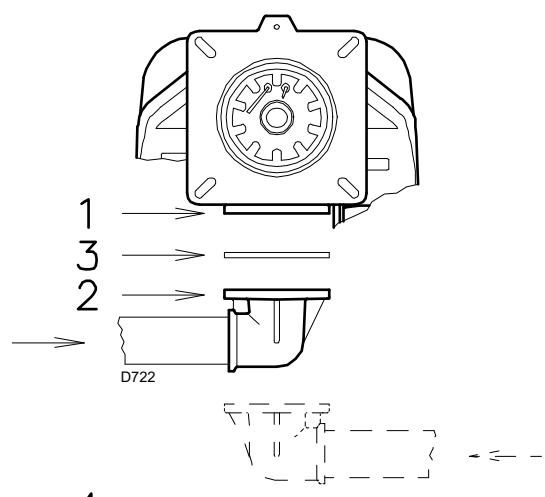

图 18
- ▶ 燃气阀组可从燃烧器的左边或右边进行安装, 视具体情况, 以方便安装为宜, 见图 18。
- ▶ 燃气阀组必须用燃烧器随附的法兰 2), 垫片 3) 以及螺丝 4) 与燃气附件 1) (图 18) 相连接。